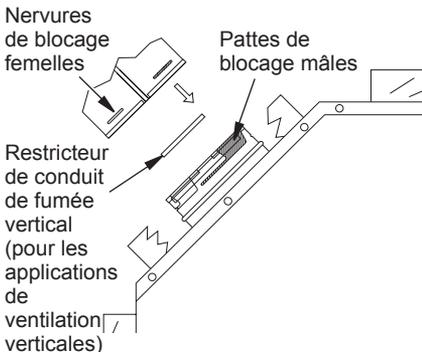

Figure 6 - Installation du système de ventilation
1. Installez un coude sur l'adaptateur de la collerette du foyer, situé à l'arrière de l'appareil, à un angle de 45°. Faites glisser le coude sur la collerette et tournez-le pour le bloquer en place. Vérifiez si le raccordement est adéquat (voir figure 6, page 11).
6. **Pour une installation verticale**, une terminaison verticale est disponible. Un restricteur de conduit de fumée vertical peut être installé dans la collerette intérieure du foyer comme le montre la figure 6. Pour l'installation d'une section de conduit pour une terminaison verticale de plus de 91,4 cm (3 pi), soutenez le conduit à tous les 91,4 cm (3 pi) à l'aide d'attaches murales métalliques. Le rapport entre le conduit vertical et le conduit horizontal doit être de 30,4 cm (1 pi) à 122 cm (4 pi) et le passage maximum ne doit pas dépasser 6 m (20 pi).